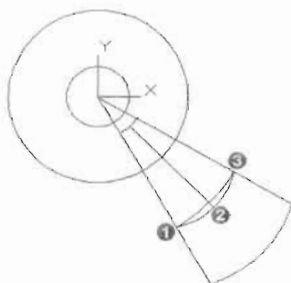

图 13-137
(6) 单击“绘图”工具栏中的“圆弧”按钮, 使用“三点”法绘制圆弧, 如图 13-137 所示, 命令执行过程如下:
(7) 删除图 13-137 中连接点 1 和点 3 的圆弧, 同时把直线 A 也删除, 保留连接点 1、点 2 和点 3 的圆弧。